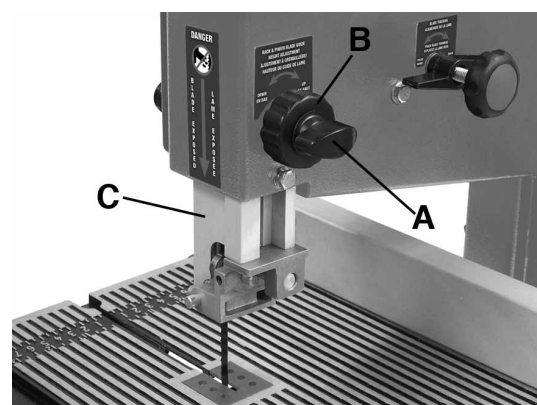

FIGURE 7
L'ensemble du guide de lame (C) Fig.7 devrait toujours être ajusté à 1/8" au-dessus ou le plus près possible du haut de la pièce de travail.
- 1) Déserrez le bouton de verrouillage (A) Fig.7.
- 2) Tournez le bouton d'ajustement (B) et positionnez l'ensemble de guide de lame (C) 1/8" au-dessus ou le plus près possible du haut de la pièce de travail.
- 1) Déserrez le bouton de verrouillage (A) Fig.7 du guide de lame supérieure et positionnez l'ensemble le plus haut possible. Reserrez le bouton de verrouillage.